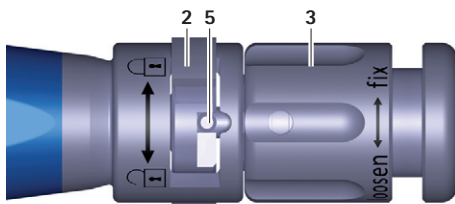

Afb. 2 Proefimplantaat aan inbrenginstrument koppelen
- Proefimplantaat D aan dubbel vlak 7 van het inzetinstrument A koppelen, zie Afb. 2. Let daarbij op de uitlijning van het proefimplantaat (oriëntatie aan de hand van de opdruk op het inbrenginstrument).